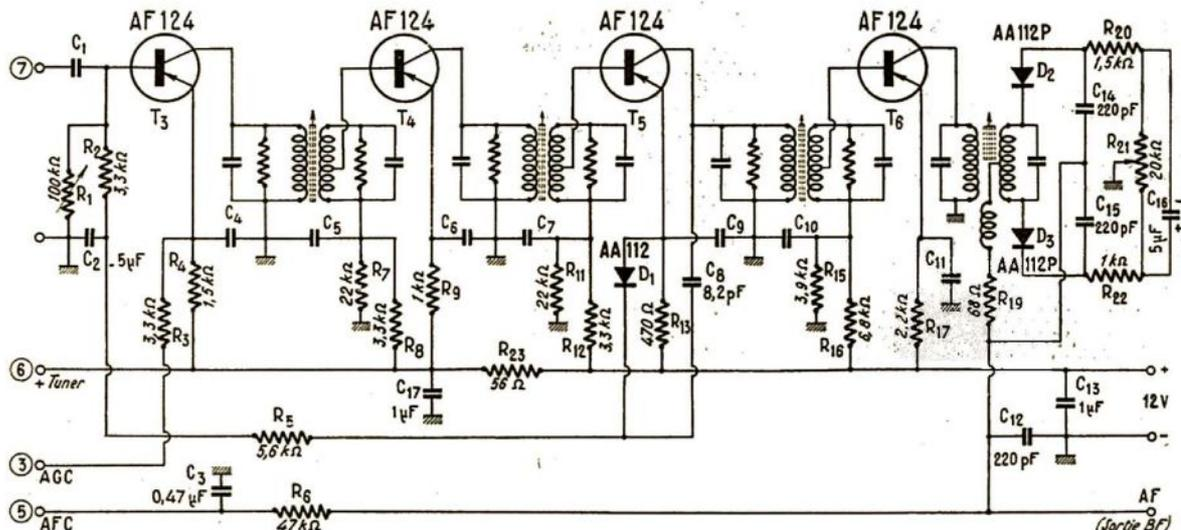

FIG. 2. — Schéma du module amplificateur FI : C1, C2, C3, C4, C5, C6, C7, C8, C9, C10, C11 : 0,01 μF
**Le module amplificateur FI :** Ce module, dont le schéma est indiqué par la figure 2, est commun aux deux versions. Les quatre transistors AF124 sont montés en amplificateurs MF 10,7 MHz à émetteur commun, le dernier étage jouant le rôle de limiteur. La largeur de bande passante est importante (600 kHz) ce qui est essentiel sur un tuner FM stéréophonique.